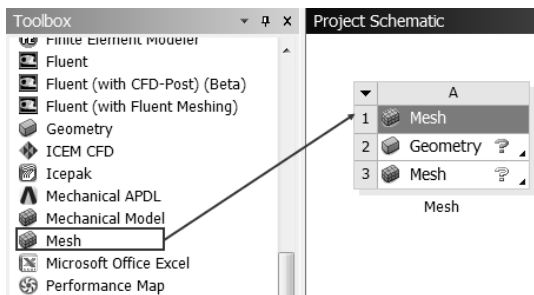

图 3-51 创建分析项目 A
Step2: 双击主界面 Toolbox (工具箱) 中的 Component Systems Mesh (网格) 命令, 即可在 Project Schematic (项目管理区) 创建分析项目 A, 如图 3-51 所示。